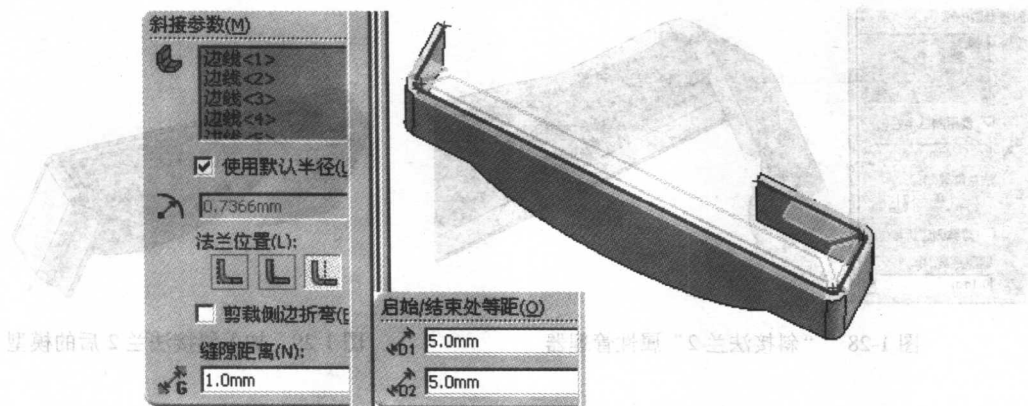
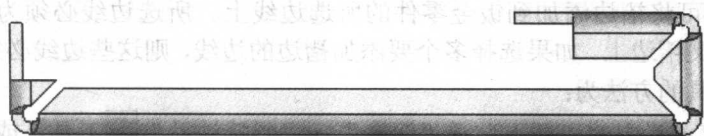

图 1-25 修改斜接法兰参数
图 1-26 修改参数后创建的斜接法兰效果
(5) 下面对斜接法兰 1 进行编辑。在特征管理器中右键单击“斜接法兰 1”特征，在弹出的快捷菜单中选择“编辑特征”，在斜接法兰属性管理器中将“缝隙距离” 改为 1，“起始处等距” 改为 5，“结束处等距” 改为 5。单击“确定”图标按钮完成斜接法兰编辑，如图 1-25 所示。修改斜接法兰参数后的模型如图 1-26 所示。